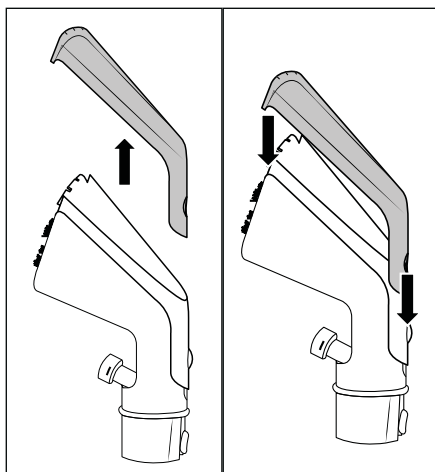
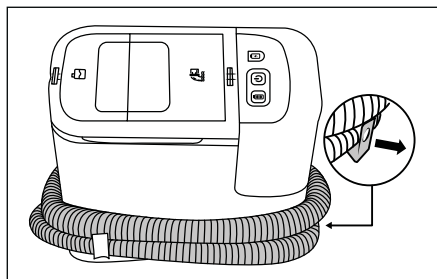

Fig. 9
Fig. 10
- ◆ Premere il tasto di blocco 24 della copertura dell'accessorio per la pulizia 23 della bocchetta per imbottiture 22 e staccare la copertura dell'accessorio per la pulizia 23 (vedere fig. 9).
- ◆ Applicare la copertura dell'accessorio per la pulizia 23 alla bocchetta per imbottiture 22 e spingerla verso il basso finché il tasto di blocco 24 non s'innesta nella bocchetta per imbottiture 22 (vedere fig. 9).
- ① **ATTENZIONE!** Non conservare mai l'apparecchio con la batteria scarica. La conservazione prolungata dell'apparecchio con la batteria 14 scarica può causare danni irreparabili alla batteria. Se si intende conservare l'apparecchio per un periodo prolungato, occorre controllare periodicamente la carica della batteria 14. La carica ottimale è compresa tra il 50% e l'80%.
- ① **Nota:** (1) Se non si utilizza l'apparecchio per lungo tempo, svuotare il contenitore dell'acqua pulita 2. (2) Conservare l'apparecchio solo dopo averlo pulito. Osservare al riguardo la descrizione contenuta al capitolo 7.1. **Pulizia del contenitore dell'acqua sporca.**
- ◆ Estrarre il reggitubo 15 dall'apparecchio. Avvolgere il flessibile di spruzzo/aspirazione 19 intorno all'apparecchio utilizzando il reggitubo 15/16 (vedere fig. 10).